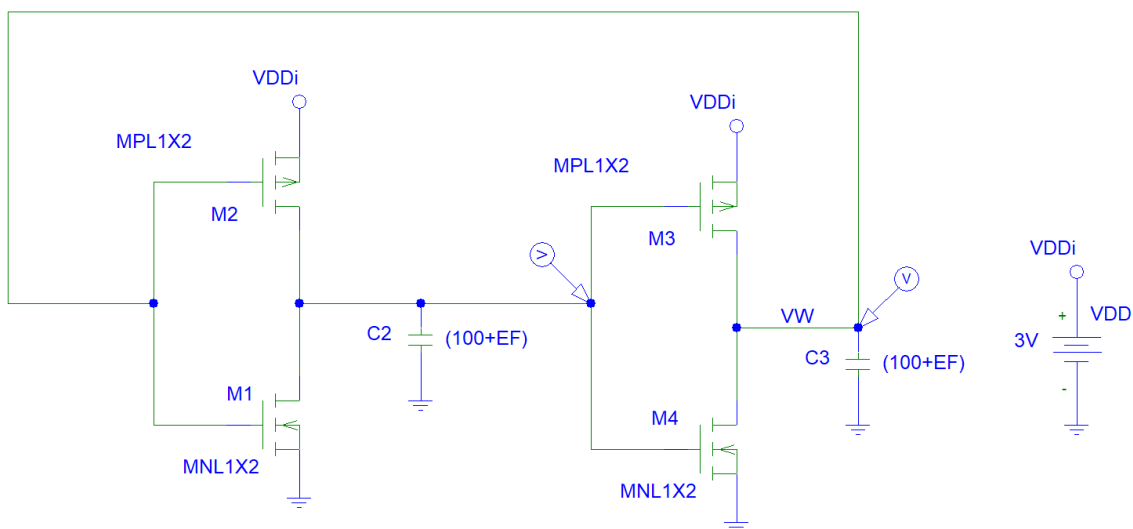

Figura 3 – Unidade básica de memória (*Latch*) CMOS com elo de realimentação
- Feche o elo de realimentação (figura 3), remova a fonte da entrada e faça a simulação das variações das tensões de v_Q e $v_{\bar{Q}}$ do latch em função do tempo.